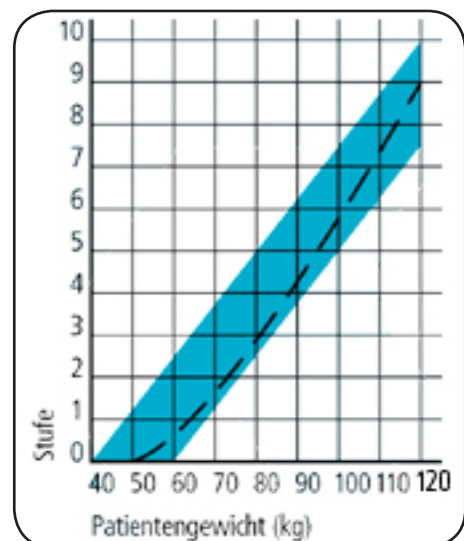

Abbildung 10
6. Anschließend stellen Sie die Leistungsstufe ein. Die optimale Leistungsstufe hängt von mehreren Faktoren ab. Hierzu gehören in erster Linie das Patientengewicht und die Auflagefläche des Patienten. Für die Einstellung kann Ihnen das Diagramm (siehe Abbildung 10) einen ersten Anhaltswert liefern. Dieser Wert dient nur als Richtwert zur groben Druckeinstellung und gibt keine genaue Angabe für das Einsinkverhalten des Körpers.